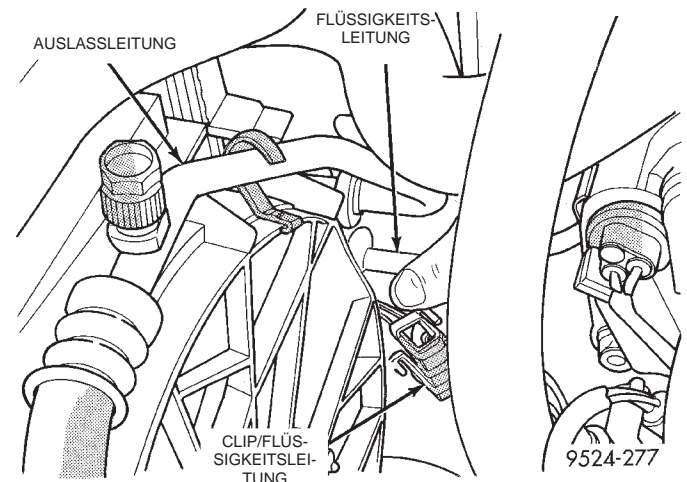

Abb. 61 Clip lösen
- (1) Mit einer geeigneten Kältemittel-Auffangvorrichtung das Kältemittel aus der Klimaanlage ablassen.
- (2) Clip der Schnelltrennkupplung am Kondensator lösen (Abb. 61).